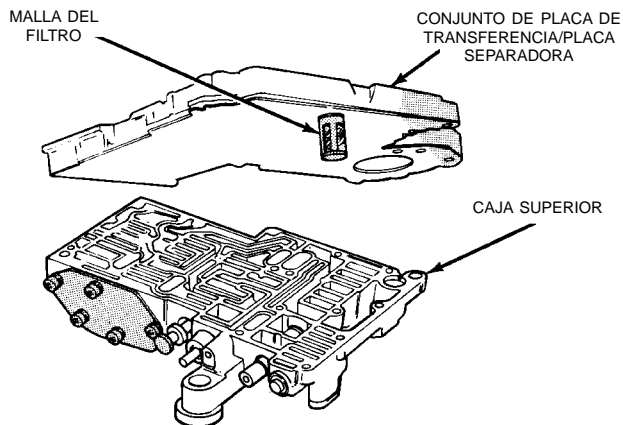

Fig. 81 Instalación de la placa de transferencia en la caja superior
(2) Coloque la placa de transferencia y la placa separadora de la caja superior ensambladas en la caja superior (Fig. 81). Asegúrese de que la malla del filtro esté asentada en la escotadura apropiada de la caja.